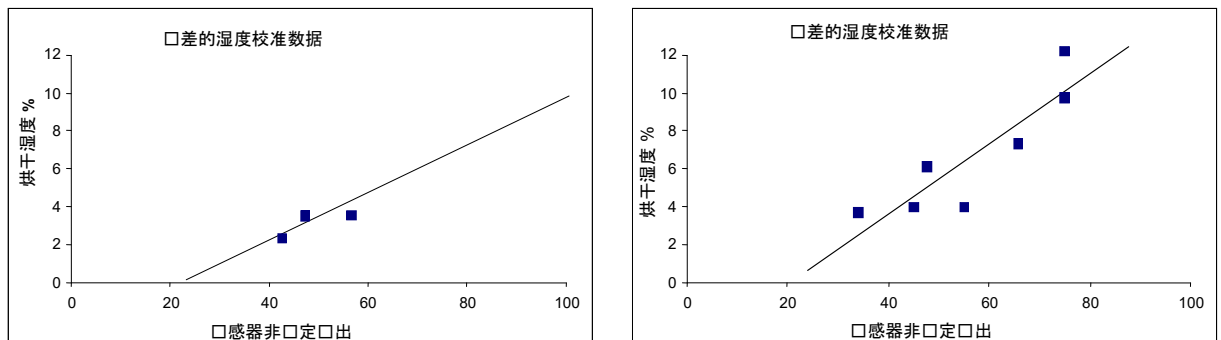

图 18：较差的物料校准点的示例
- 获取的样本的含水量基本相同（图 18，左侧）。需要适当的范围。
- 读数太过分散，如校准图表 图 18（右侧）所示。这通常意味着获取样本进行电炉烘干的方法不可靠或不一致，或者传感器放置不当，没有足够的物流流经传感器。